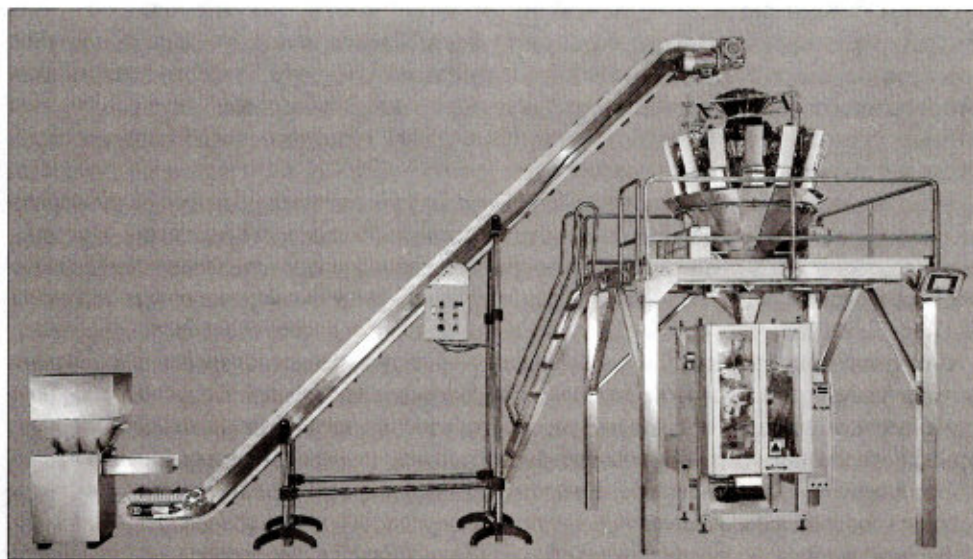

Рис. 33. Фасовочно-упаковочное оборудование для упаковки мясных продуктов
- кондиционную птицу I и II категории упаковывают в индивидуальные полиэтиленовые пакеты (рис. 33); взвешивают, этикетировывают с указанием категории, веса птицы и даты забоя; указывают срок и условия хранения, после чего затаривают в ящики и отправляют в сетевые магазины в специальных авторефрижераторах (температура в их закрытом кузове $+1...+4$ °С). Срок реализации охлаждённой птицы торговыми сетями ограничен шестью сутками при хранении в холодильниках. При транспортировке на дальние расстояния птицу замораживают при температуре $-18...-25$ °С.